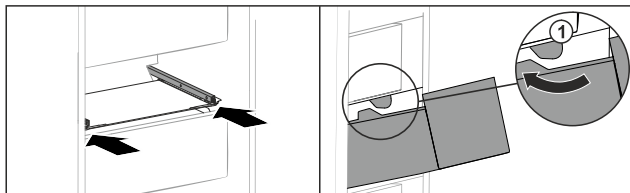

Fig. 100
- Прокарайте чекмеджето около ограничителите Fig. 100 (1).